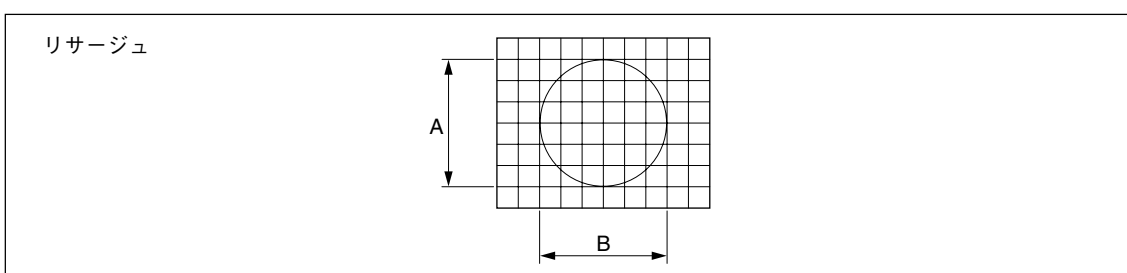

図3-20
- 5 スケールを移動させて全長に渡りリサージュの振幅A, B (図3-20参照) が1.6 Vp-p以上であることを確認します。